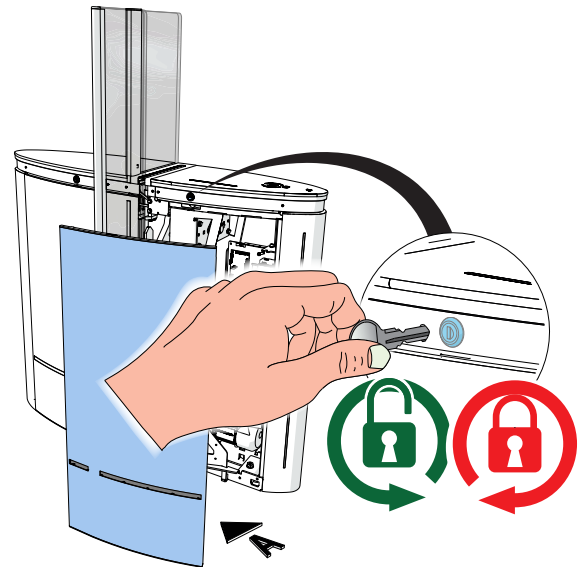

Fig. 58 - Demontering av höger - riktning A
1. Sätt in nyckeln(-arna) i låset(-en) som sitter i bandet ovanför panelen och vrid moturs (90°) för att låsa upp; (⇒ Fig. 58)